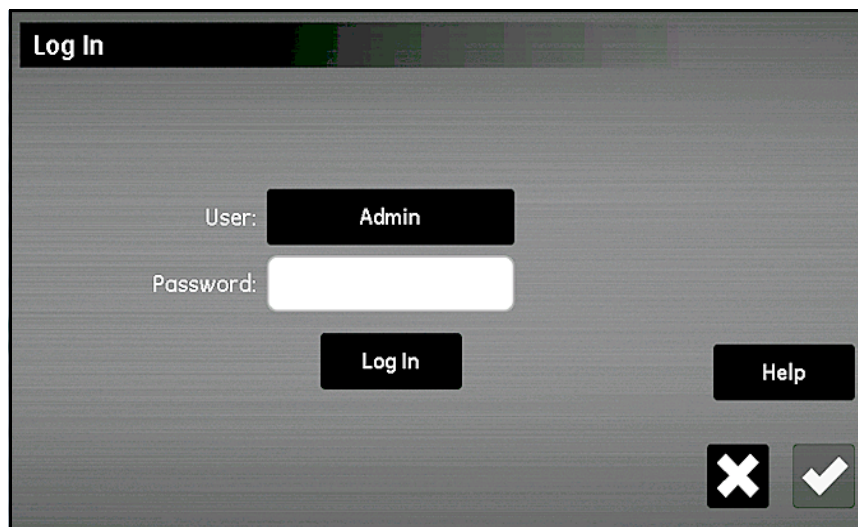

Figure 70: Écran Connexion
Seul l'**Admin** peut ajouter, modifier ou supprimer les autres comptes utilisateur. Pour se connecter en tant qu'**Admin**, sélectionnez **Configuration > Gestion utilis.** pour ouvrir un écran *Connexion* semblable à celui illustré à la *Figure 70* ci-dessous.
1. À l'écran *Menu Configuration* (voir *Figure 52 on page 57*), touchez **Gestion utilis** pour ouvrir l'écran *Connexion* (voir *Figure 70 on page 76*).